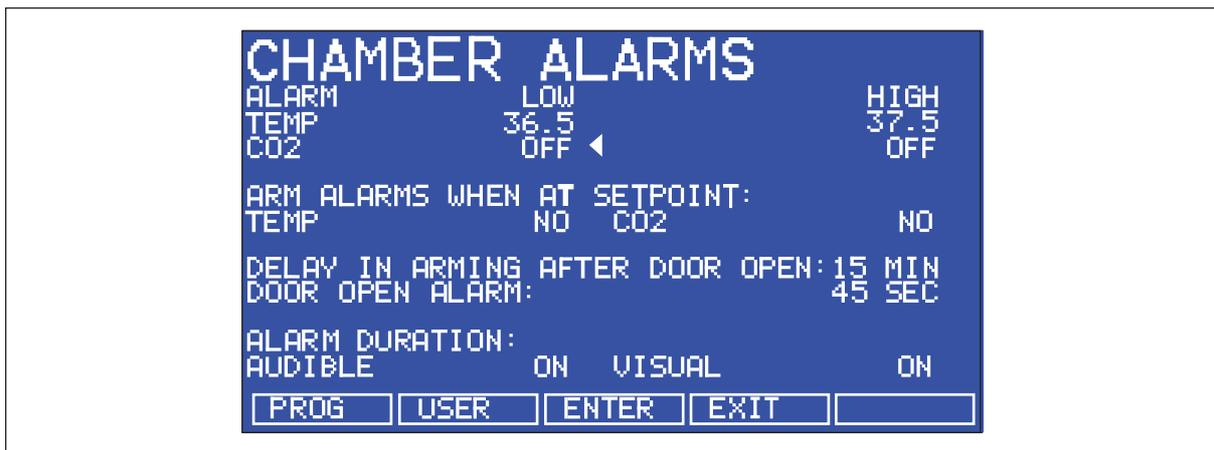

Abb. 5-7: Bildschirm *CHAMBER ALARMS*
Um den Menübildschirm *CHAMBER ALARMS* zu öffnen, drücken Sie den Softkey *ALARM* in der Hauptanzeige. Im Programmierbildschirm *CHAMBER ALARMS* (siehe Abb. 5-7 auf S. 33) können die verschiedenen Kammeralarm-Optionen gewählt und geändert werden. Um zwischen den einzelnen Optionen zu wechseln, drücken Sie die Richtungstaste ▲ oder ▼. Um Werte einzustellen, drücken Sie die Richtungstaste ◀ oder ▶. Die Sollwerte für den Temperatur-Alarm und die Alarme bei zu hoher und zu niedriger CO2-Konzentration werden automatisch auf ±0,5 des Temperatur- bzw. CO2-Sollwerts eingestellt. Die Alarm-Sollwerte können auch manuell eingestellt werden.
2. Wählen Sie *NO* sowohl für *TEMP* als auch *CO2* (siehe Abb. 5-7 auf S. 33).
3. Wählen Sie die Option *DELAY IN ARMING AFTER DOOR OPEN* und anschließend die gewünschte Verzögerung (in dem Beispielbildschirm oben 15 Minuten (Abb. 5-7 auf S. 33)), damit die Temperatur und die CO2-Konzentration nach einem Öffnen der Tür wiederhergestellt werden können.
Mit *DOOR OPEN ALARM* kann ein Alarm eingestellt werden, der warnt, wenn die Tür nicht richtig geschlossen ist. Dazu können Sie aus sieben voreingestellten Zeiten wählen (in diesem Beispiel 45 Sekunden (Abb. 5-7 auf S. 33)).
In der Stellung Aus (Off) werden gegebenenfalls auftretende Kammeralarme ohne Blinken und ohne Alarmton im Bildschirm angezeigt (siehe Abb. 5-7 auf S. 33).